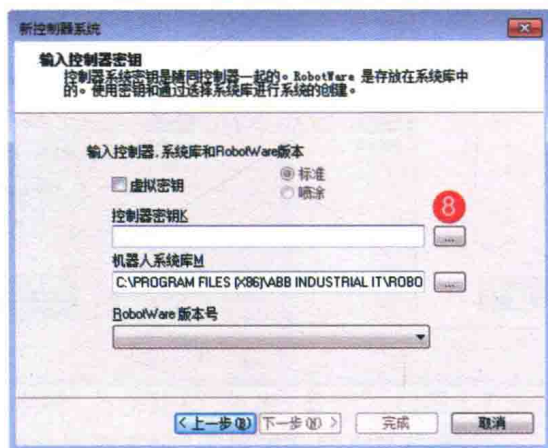

图 1-12 输入机器人密钥
- ⑥在控制器密钥栏里输入该机器人的密钥,如图 1-12 所示。
- ⑦在不知道密钥的情况下,可以通过备份系统中的 system 文件来查看,在浏览器中打开